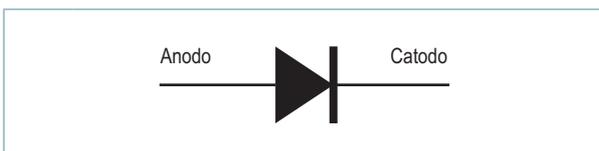

Fig. 1 Simbolo grafico del diodo.
Il diodo è un dispositivo unidirezionale caratterizzato da due terminali, detti rispettivamente anodo (A) e catodo (K). Il simbolo grafico (fig. 1) indica la direzione di conduzione: la corrente può circolare solo dall'anodo verso il catodo, non viceversa.